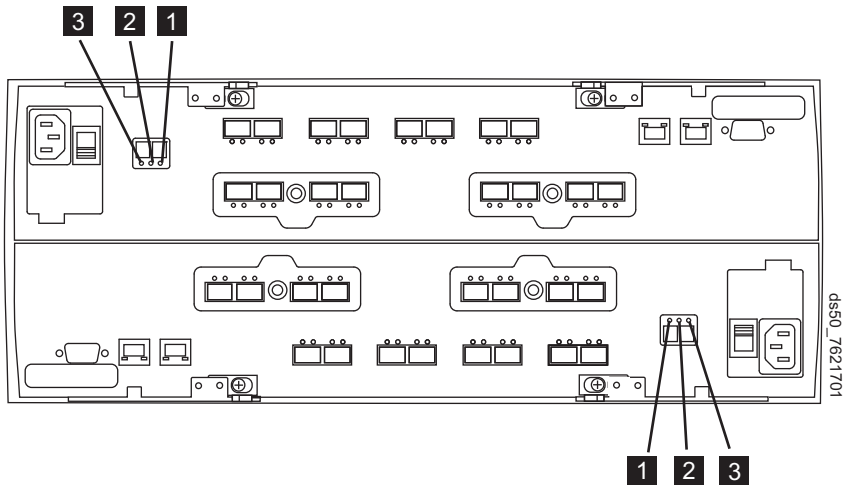

图 127. “控制器服务操作” 指示灯
30. 查看控制器上的指示灯以验证控制器是否正确地重新引导。图 127 显示了指示灯的位置。表 58 描述了图 127 中所标识的编号位置。